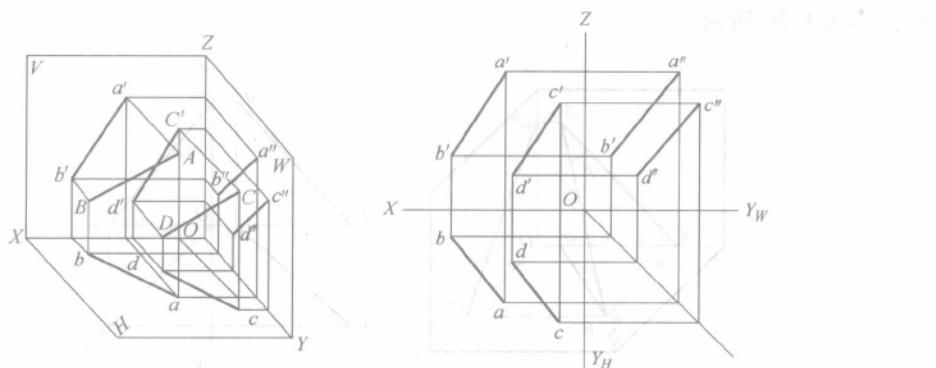

图 1-32 两平行直线的位置关系直观图和投影图
1) 两平行直线: 若空间两直线相互平行, 则它们的同面投影必然相互平行, 反之亦然, 如图 1-32 所示。